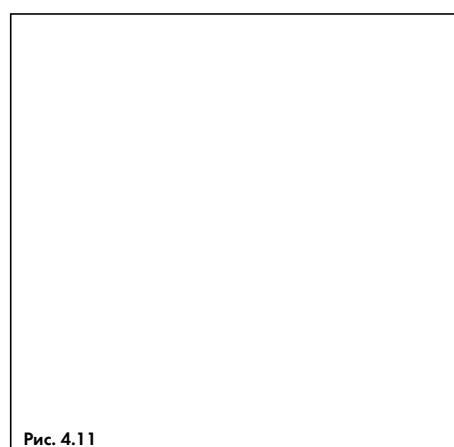

Рис. 4.11
Поставить на место половину кольца (2, рис. 4.11). Надвинуть зажимной хомут (3, рис. 4.11; Ø 95 мм, ширина 25 мм) так, чтобы он находился над местом стыка отвода и половинками кольца. Вернуть на место винты и прокладку и слегка затянуть винты. Зажимной хомут (6, рис. 4.11; Ø 95 мм, ширина 55 мм) надвинуть на стык между отводом и горизонтальной трубой воздуховода. Стопорные винты на обоих хомутах затянуть окончательно.
Просверлить в соответствующих местах в трубе воздуховода два отверстия диаметром 3 мм сквозь отверстия (5, рис. 4.11) в хомутах (2) и (6). При этом проследить за тем, чтобы не просверлить находящуюся внутри трубы дымохода. Закрепить хомуты с помощью стальных винтов на трубах воздуховода.